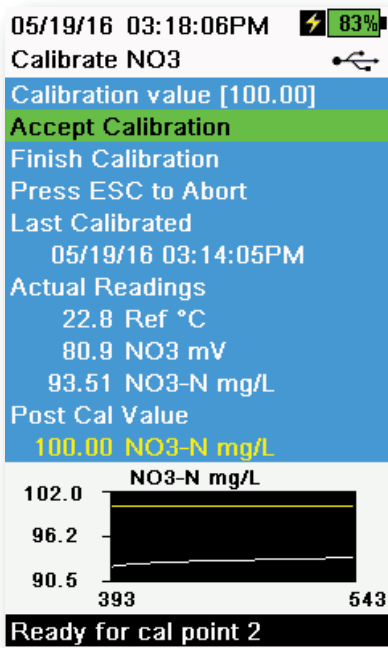

图 60 校准 ISE
8. 观察实际测量读数是否稳定，然后选择 **Accept Calibration (接受校准)**（图 60）。然后消息区域将显示“第三点校准准备就绪”。